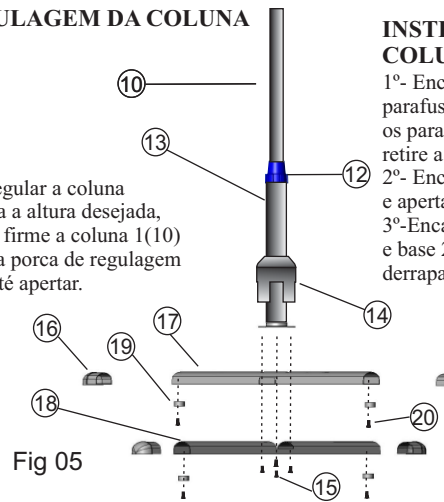

Fig 05
1º- Encaixar a base 1(17) sobre a base 2(18) e parafusar a coluna 2(13) nas bases 1 e 2 com os parafusos (15). Para encaixar a canopla (14), retire a porca de regulagem (12). Conforme Fig. 05.
3º-Encaixar os acabamentos da base(16) na base 1(17) e base 2(18), depois colocar os borracha anti-derrapante(19) com os parafusos (20). Conforme Fig. 05.